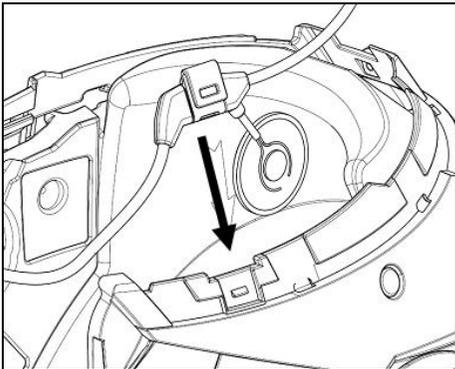

Abb. 4
- Bringen Sie das Kabel im Innern des Helmes an und lassen Sie den rechten Halterungsbügel in den eigens dafür ausgesparten Bereich einschnappen (Abb. 4)